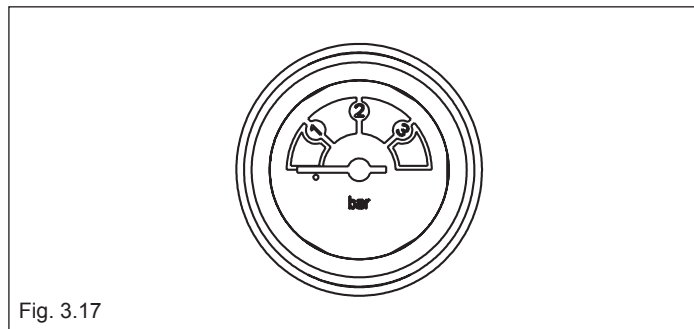

Fig. 3.17
- aprire il rubinetto di riempimento (**C**) fino a che la pressione indicata sull'idrometro sia compresa tra 1 bar e 1,5 bar (fig. 3.17)